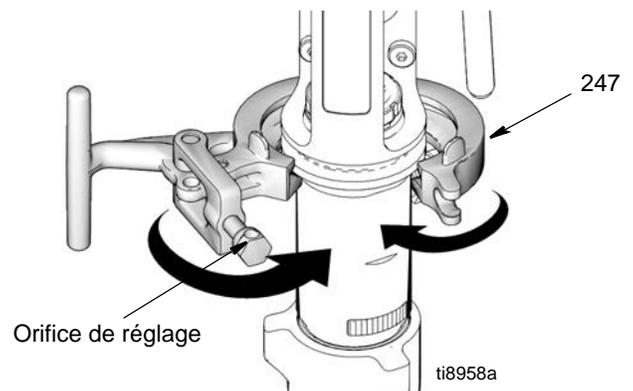

FIG. 22
3. (Fig. 22) Fermer le collier de serrage (247) autour de la pompe (111) et pousser dessus pour le fermer.